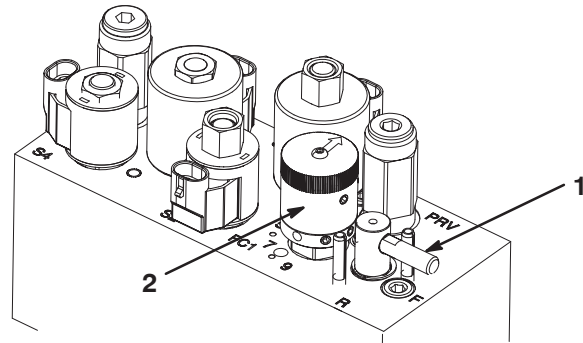

Figure 58
5. Tournez le levier de rodage à la position "R" (Fig. 58).
6. Tournez le régulateur de vitesse des cylindres à la position 1 (Fig. 58).